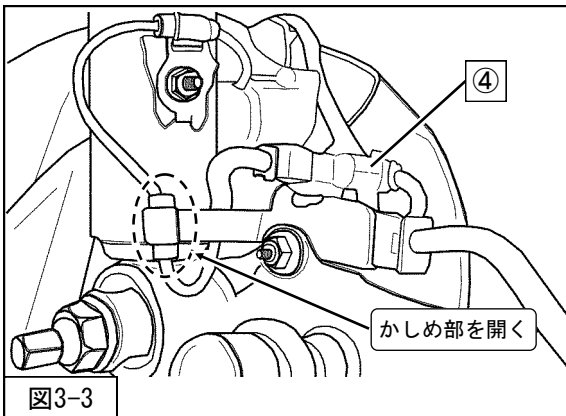

図3-3
④AVSコネクタを取外し防水を施し、周辺のABSセンサーハーネス等に固定してください。(図3-3)
ハーネスを取外してください。(図3-3)